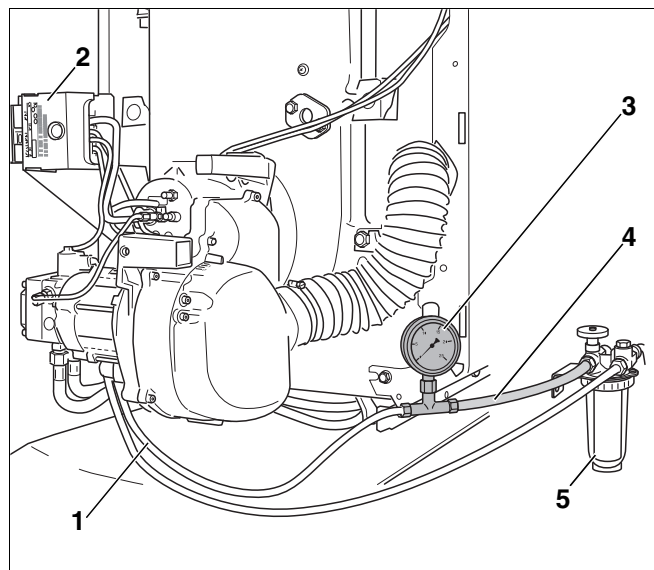

Рис. 11 Топливный фильтр, вакуумметр и прозрачный трубопровод
- Установить вакуумметр (Рис. 11, поз. 3) с прозрачным шлангом (Рис. 11, поз. 4; дополнительная комплектация), как показано на рисунке 11, между топливным фильтром (Рис. 11, поз. 5) и всасывающим топливопроводом (Рис. 11, поз. 1).
- Снять автомат горения дизельного топлива (Рис. 11, поз. 2) с цоколя.
- Контролируйте отсутствие пузырьков воздуха во всасываемом топливе и его давление по прозрачному шлангу (Рис. 11, поз. 4) или по вакуумметру (Рис. 11, поз. 3).
- Перекрыть запорный кран на топливном фильтре (Рис. 11, поз. 5, стр. 18) и снять прозрачный шланг (Рис. 11, поз. 4, стр. 18) с вакуумметром (Рис. 11, поз. 3, стр. 18).
- Присоединить всасывающий трубопровод (Рис. 11, поз. 1, стр. 18) к штуцеру на топливном фильтре (Рис. 11, поз. 5, стр. 18).
- Открыть запорный кран на топливном фильтре (Рис. 11, поз. 5, стр. 18).